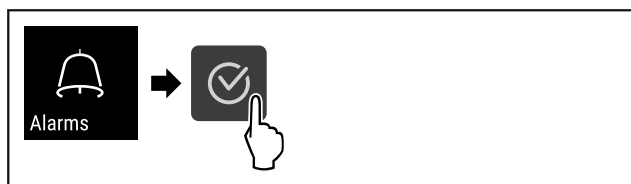

Fig. 112
- ▶ Eseguire i passi (vedere Fig. 112) .